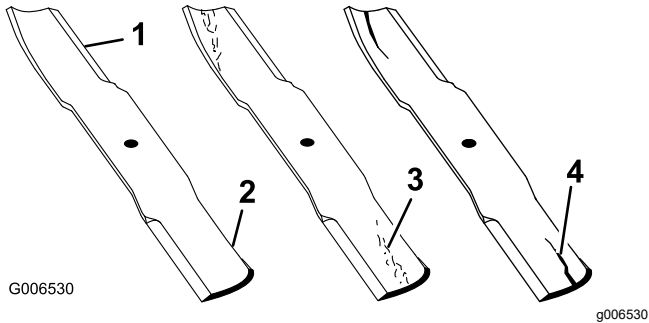

Figura 72
1. Inspeccione los filos de corte (Figura 72).
- Si observa fisuras, desgaste o la formación de una ranura en esta zona, instale de inmediato una cuchilla nueva (Figura 72).